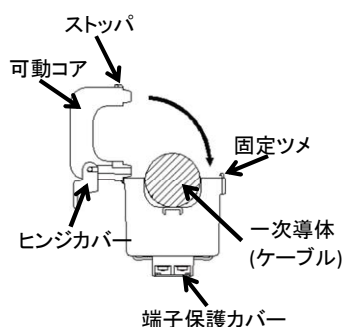

図1
- 1) 可動コアの固定つめを押し、噛み合わせをはずして可動コアを開いてください(図 1)。この時、ヒンジカバーは自動的に開きます。電流センサの取付け方向(図 3 の電源側, 負荷側)を間違えないようK, Lの記号を確認して、ケーブルを下からくぐらせます。
⚠注意	・電流センサの取付け方向を間違えないようにしてください。K→L の方向です。K: 電源側 L: 負荷側を示します。 ・可動コアを移動方向(図 1 記載)以外の方向に曲げないで下さい。電流センサが破損する可能性があります。